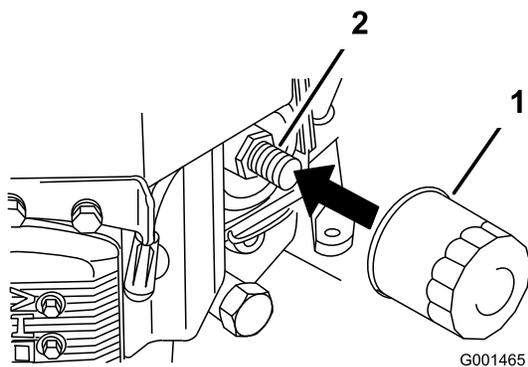

Bild 28
2. Entfernen Sie den alten Filter (Bild 28).
3. Ölen Sie die Gummidichtung am Ersatzfilter leicht mit Frischöl ein (Bild 28).
Gummidichtung den Filterstutzen berührt. Ziehen Sie den Filter dann um eine weitere 3/4 Drehung fest (Bild 28).